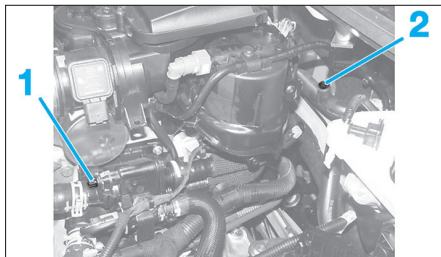
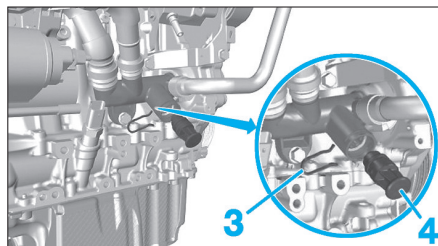

Fig. 20
Fig. 21
- le bouchon (1) (Fig.20),
- la vis de purge (2).
- Déposer l'agrafe (3) et le bouchon de vidange du bloc moteur (4) (Fig.21).
- Refermer la vis de purge (2) puis le bouchon (1) lorsque le liquide s'écoule propre et sans bulles d'air (Fig.20).